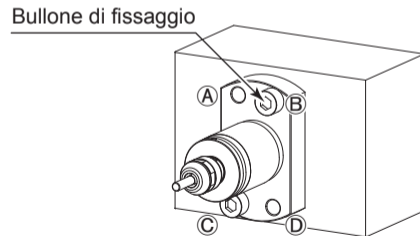

Fig. 42
- ③ Fissare il mandrino motore inserendolo nei fori svasati della flangia (2 punti: ① e ② / ③ e ④ ) con i bulloni come mostrato nelle figg. 14, 15, 16 e 17. Fare riferimento alla tabella 4 e alla fig. 42 (per BMF-319 / BMF-320 / BMF-322 / BMF-325).